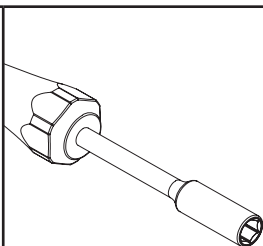
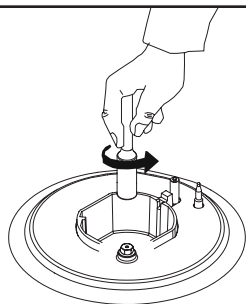

Figura 2
Figura 3
- 2.** Desmonte el inyector girándolo con la ayuda de un destornillador (7 mm) con la punta como se muestra en la figura 2 (Véase la figura 3).